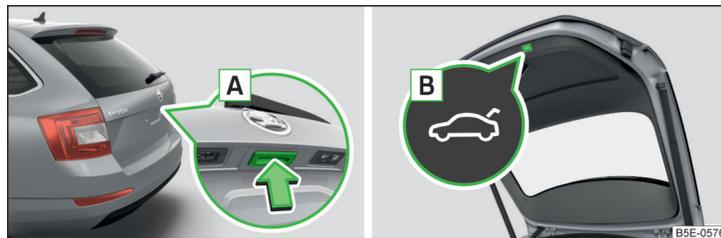

Abb. 43 Klappenbedienung
- Griff **A** » Abb. 43.
- › Taste **B** » Abb. 43.
- › Griff **A** » Abb. 43.
- › Die Taste **B** » Abb. 43 auf Seite 62 drücken und für länger als 3 Sekunden halten.
Die Klappe reagiert nicht auf ein Öffnungssignal	Entfernen eines eventuellen Hindernisses (z. B. Schnee), erneutes Öffnen der Klappe » Seite 62 Drücken des Griffs A » Abb. 43 auf Seite 62 und Ziehen der Klappe nach oben